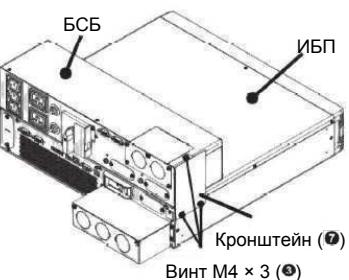

Рисунок 2
- 2 Соедините ИБП и блок сервисного байпаса с правой стороны с помощью кронштейна (7) и двух винтов M4 (3). См. *Рисунок 2*.